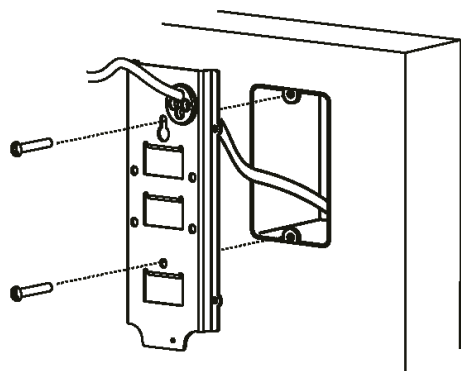

fig. 7.1a
- Pass the connecting cable through the hole in the fixing plate and then fix the plate to the wall with the screws (fig. 7.1a).
- Far passare il cavo di collegamento nel foro della piastra di fissaggio e fissare la piastra al muro con le viti (fig. 7.1a).